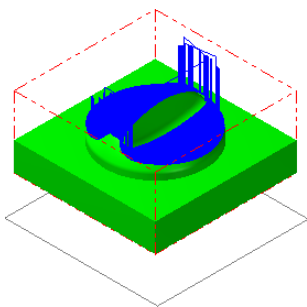

图 10.1.24 刀具路径
Step8. 单击“曲面精车-浅铣削”对话框中的 **✓** 按钮, 同时在图形区生成图 10.1.24